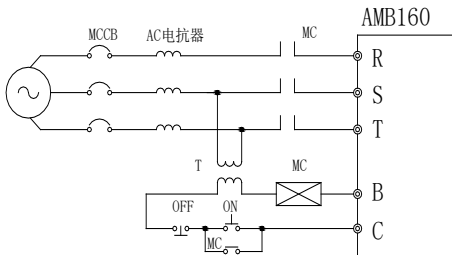

图 3-4 接入输入断路器
- ① MCCB 的容量应为变频器额定电流的 1.5~2 倍。
- ② MCCB 的时间特性要满足变频器的过载保护（150%的额定电流/1 分钟、180%的额定电流/2 秒钟）特性。
- ③ MCCB 与两台以上变频器或其他设备共用时，可按图 3-4 连接，将变频器故障输出继电器触点接入电源接触器将输入电源断开。